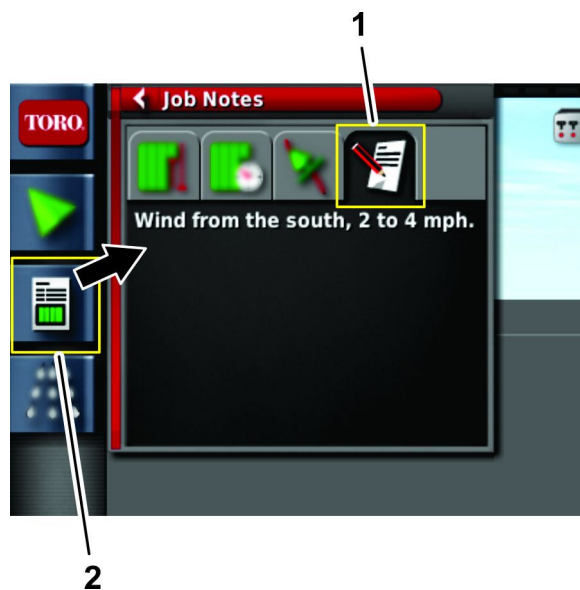

Рисунок 26
1. Выберите значок информации о рабочем задании (Рисунок 26).
2. Нажмите на значок примечаний к рабочему заданию (Рисунок 26).